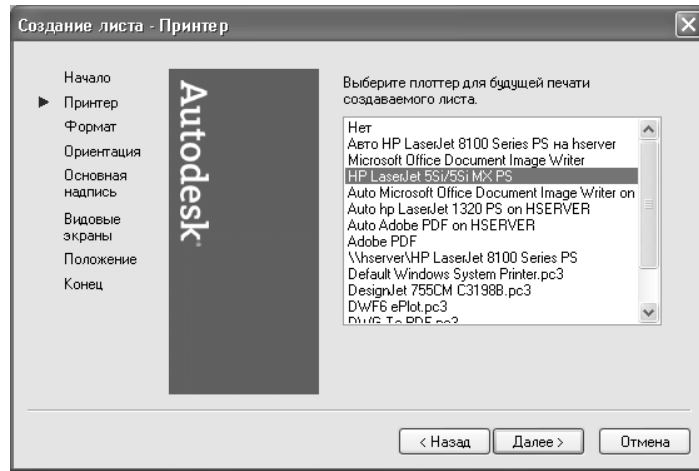

Рис. 13.19 ▼ Выбор принтера во втором окне мастера **Создание листа** (Create Layout)
- В следующем окне мастера нужно выбрать печатающее устройство. Выберите из списка принтер, который позволяет выполнять распечатку на бумаге формата А3 (297 × 420 мм), например **HP LaserJet 5Si/5Si MX PS**, как показано на рис. 13.19, и щелкните на кнопке **Далее** (Next).